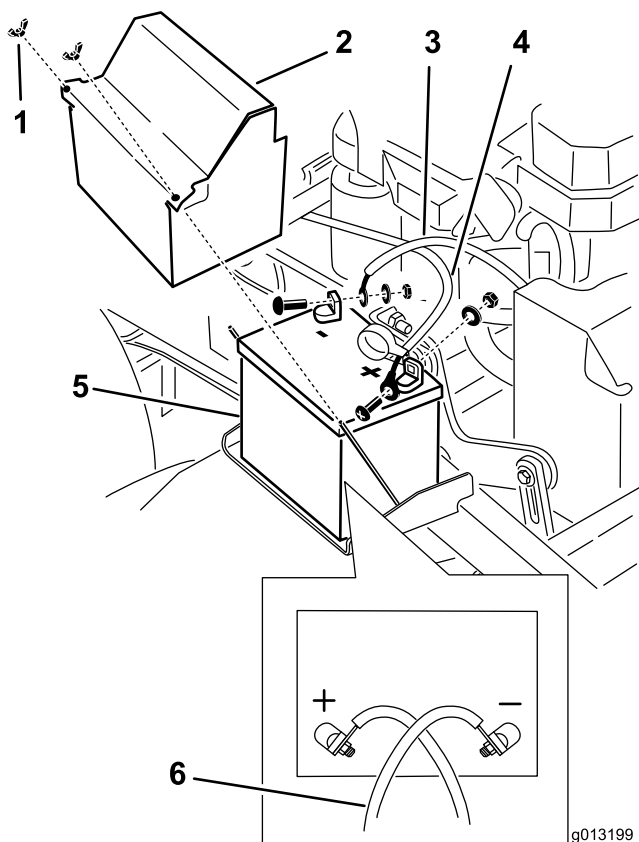

Figure 52
3. Débranchez le câble négatif de la batterie de la borne négative (-) de la batterie (Figure 52).
5. Débranchez le câble positif (rouge) de la batterie (Figure 52).
6. Déposez la plaque de maintien de la batterie et enlevez la batterie (Figure 52).
1. Placez la batterie sur la machine (Figure 52).
3. Reliez le câble positif (rouge) à la borne positive (+) de la batterie au moyen d'un écrou, d'une rondelle et d'un boulon (Figure 52).
5. Reliez le câble négatif et le câble de masse à la borne négative (-) de la batterie au moyen d'un écrou, d'une rondelle et d'un boulon (Figure 52).
Remarque: Les câbles de la batterie se croisent quand ils sont correctement installés (Figure 52).